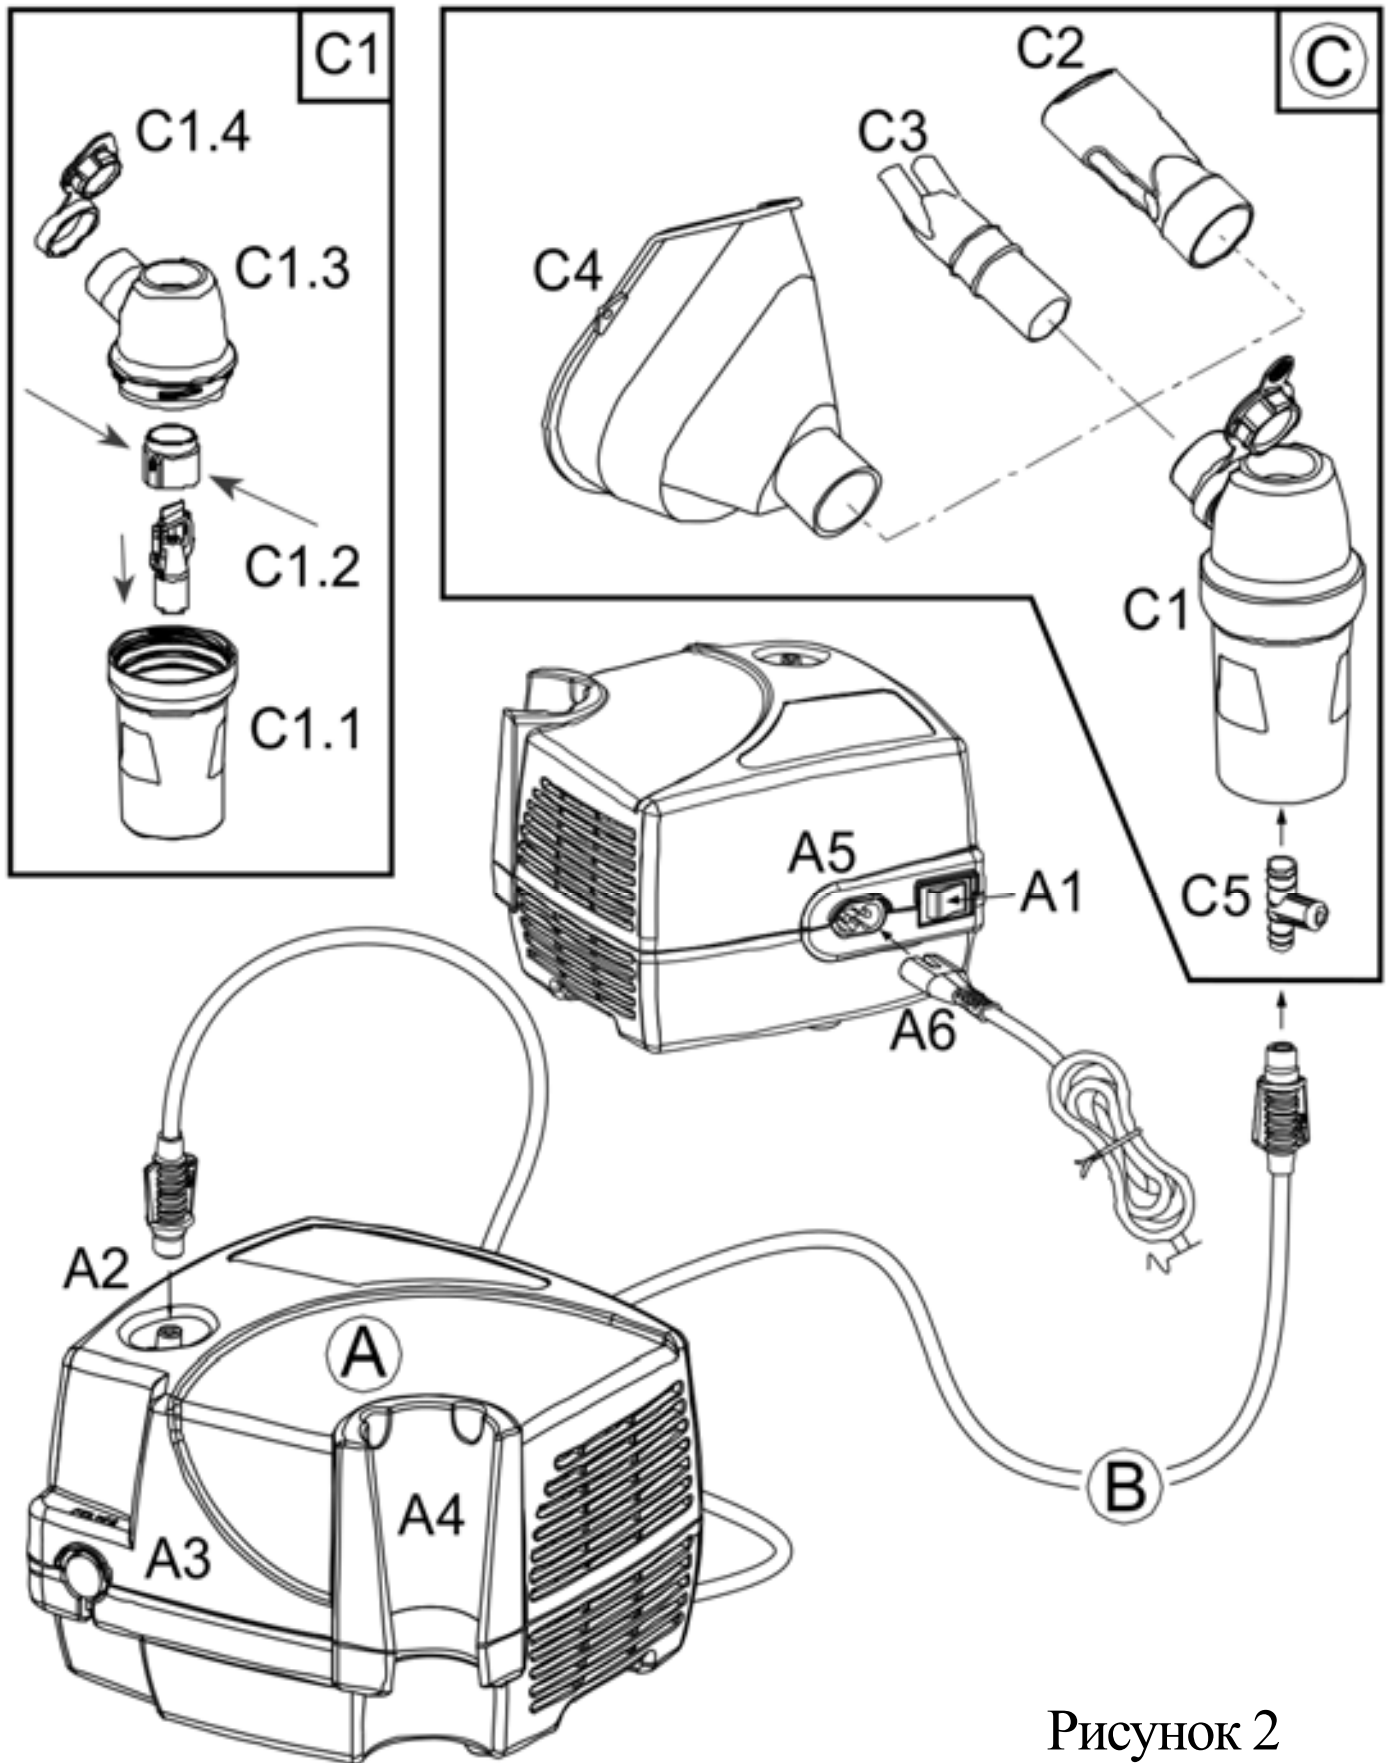

Рисунок 2
- загубник (рис. 2, поз. С2) с боковыми отверстиями – для обычной процедуры, при которой загубник находится в контакте с ртом пациента.
**(рис. 2)**
**Последовательность действий при подготовке и проведении процедуры (Рис. 2).**